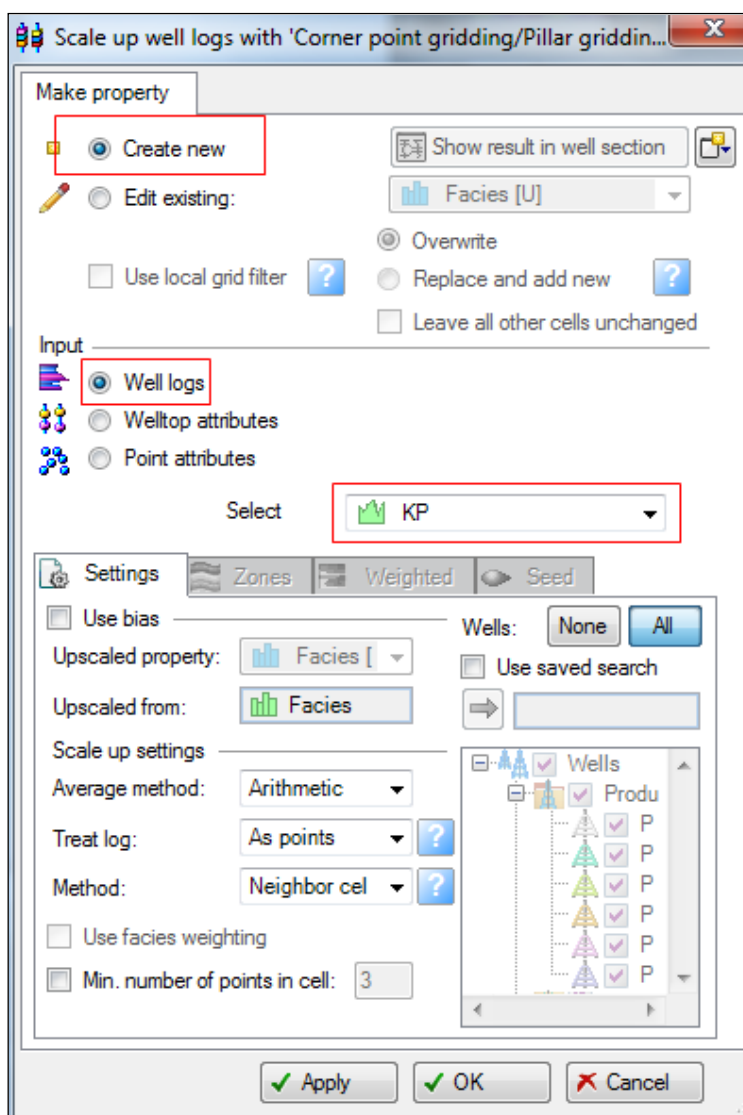

Рис.15.1.
Откройте процесс **Scale up well logs** из вкладки **Property modeling** на панели **Processes** (рис.15.1). Выберите **Create new**, тем самым создавая новое поле в модели **Corner point gridding**. В поле **Input** выберите **Well logs**, таким образом, модель пористости будет построена на основе каротажных данных; в поле **Select** выберите **КР** (каротажные кривые пористости **КР**). Нажмите **OK**.
2) "Спроецируйте" каротажные кривые **KPerm** на узлы сетки, которые совпадают со скважинами. Для этого используется процесс **Scale up well logs**. Отличие для данного упражнения заключается лишь в том, что при работе с диалоговым окном **Scale up well logs** в поле **Select** нужно выбрать **KPerm** (см. **рис.15.1**)